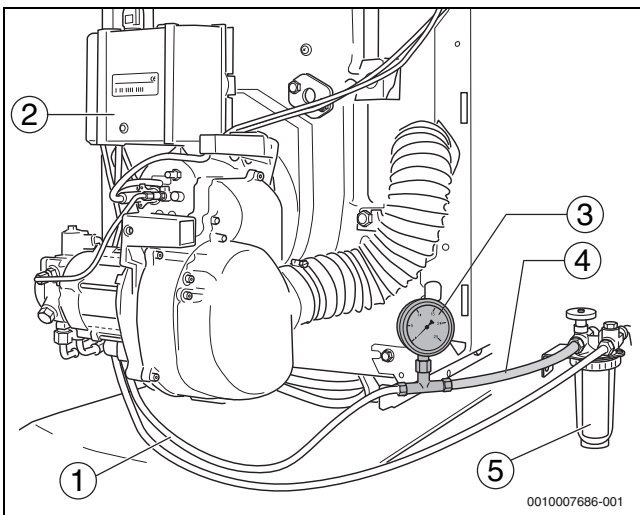

Bild 20 Ölfilter, Vakuummeter und transparenter Schlauch (dargestellt: 18-49 kW)
- ▶ Vakuummeter (→ Bild 20, [3]) mit transparentem Schlauch (→ Bild 20, [4]; Zubehör), wie dargestellt, zwischen Ölfilter (→ Bild 20, [5]) und Ölsaugleitung (→ Bild 20, [1]) montieren.
- ▶ Blasenfreiheit des angesaugten Öls über den transparenten Schlauch (→ Bild 20, [4]) kontrollieren.
- ▶ Ölabsperrhahn am Ölfilter (→ Bild 20, [5]) schließen und transparenten Schlauch (→ Bild 20, [4]) mit Vakuummeter (→ Bild 20, [3]) demontieren.
- ▶ Ölsaugleitung (→ Bild 20, [1]) an den Filteranschluss des Ölfilters anschließen.